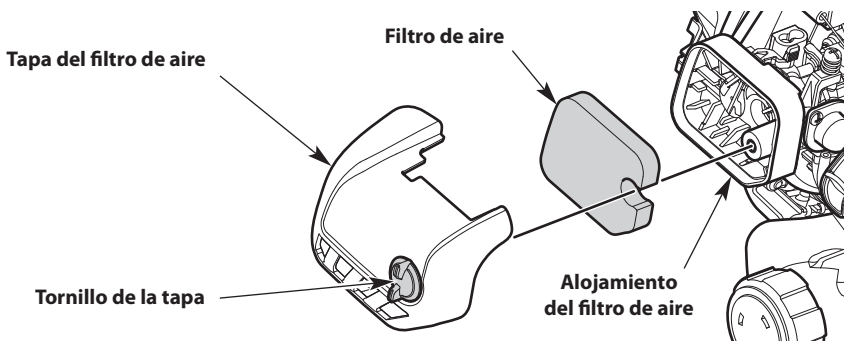

Fig. 17
1. Abra la tapa del filtro de aire para lo cual debe aflojar el tornillo de la tapa (Fig. 17).
2. Extraiga el filtro de aire de su alojamiento (Fig. 17).
6. Vuelva a instalar el filtro de aire en su alojamiento (Fig. 17).